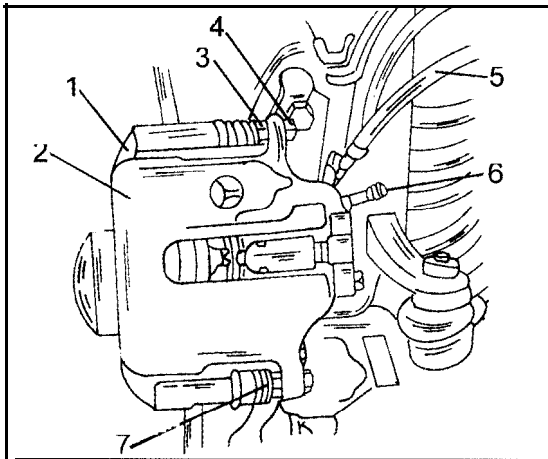

Bild 313
- Das elektrische Kabel der Bremsklötzeverschleissanzeige abschliessen. Dazu die Abdeckung abnehmen und den Stecker abdrücken (Bild 313).
- Mit einem Schraubendreher die Verbindungsfeder (3) zwischen dem Bremssattel und dem Bremssattelträger heraushebeln.